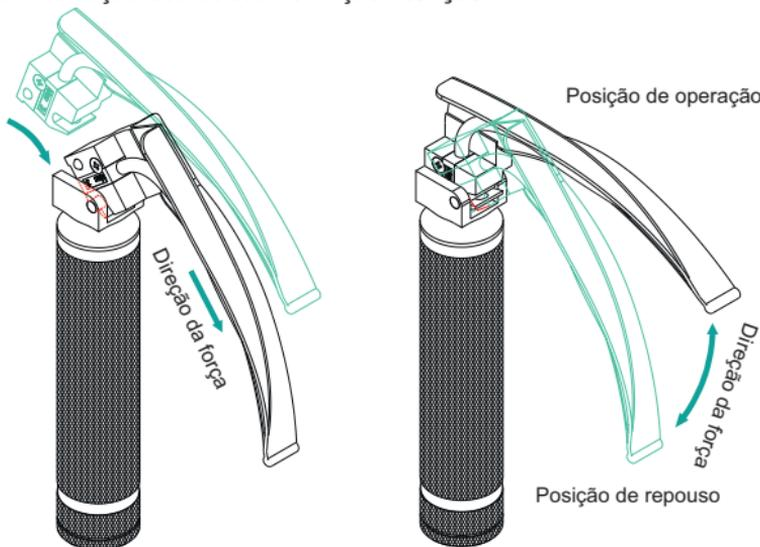

Fig.1
- Acople a lâmina no encaixe do cabo de fibra óptica (Fig. 1).